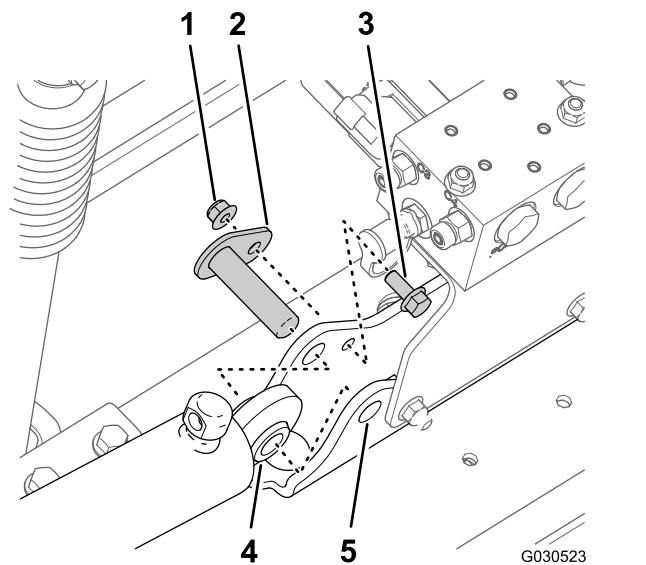

Figura 41
3. Retire a porca de bloqueio flangeada (5/16 pol.) e o parafuso de cabeça flangeada (5/16 pol. x 3/4 pol.) que prendem o pino de articulação à montagem do cilindro (Figura 41).
4. Retire o pino de articulação e o cilindro de elevação da máquina (Figura 41).